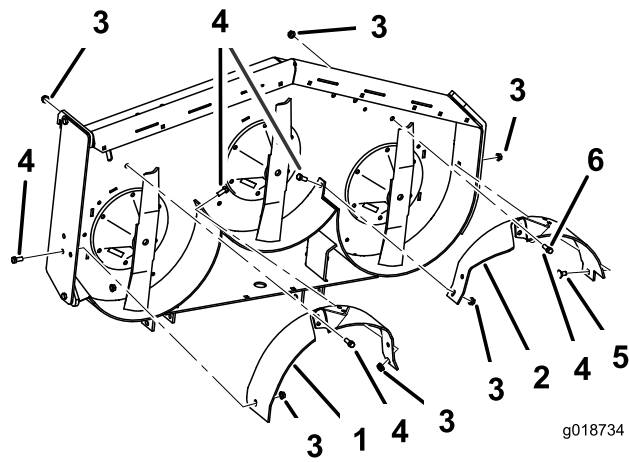

Bild 6
(3/8") lose an der linken Seitenwand des Mähwerks (Bild 6).
2. Befestigen Sie das rechte Ablenkblech mit zwei Schrauben (3/8" x 7/8") und zwei Bundmuttern (3/8") lose am Mähwerk (Bild 6).
3. Befestigen Sie das rechte Ablenkblech mit einer Schraube (3/8" x 7/8") und einer Bundmutter (3/8") lose an der Auswurfplatte (Bild 6).
5. Befestigen Sie das linke Ablenkblech mit zwei Schrauben (3/8" x 7/8") und zwei Bundmuttern (3/8") lose am Mähwerk (Bild 6).